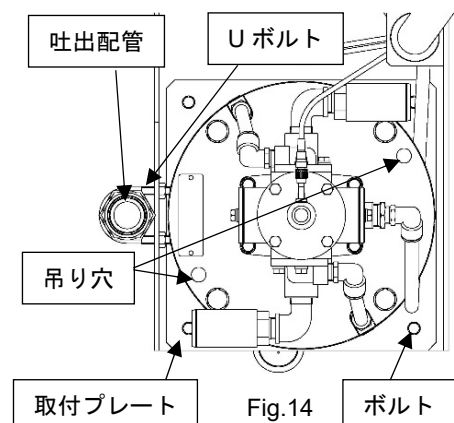

Fig.14
- 7) 吐出ホースを吐出配管先端のユニオンアダプターから外し、吐出配管を留めているUボルトを取外してください。（Fig.14）
- 8) ポンプの吊り穴φ18×2か所に、クレーンなどからの吊り具を取付けてください。（Fig.14）
- 9) ポンプの取付プレートを留めているボルト4本を取外してください。(Fig.14)